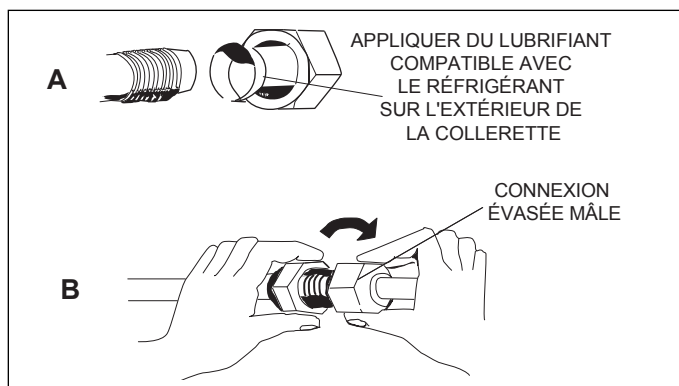

Figure 25. Réalisation des connexions mâles-femelles
15. Aligner les conduites de réfrigérant évasées sur les connexions filetées. Commencer par serrer légèrement les écrous évasés pour assurer qu'ils s'engagent correctement comme illustré à la « Figure 25. Réalisation des connexions mâles-femelles ».